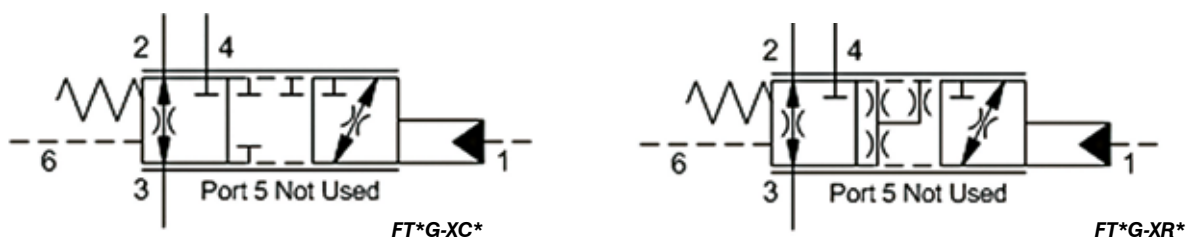

Abbildung 12
- **Abbildung 12** zeigt die verfügbaren Spulenkonfigurationen: